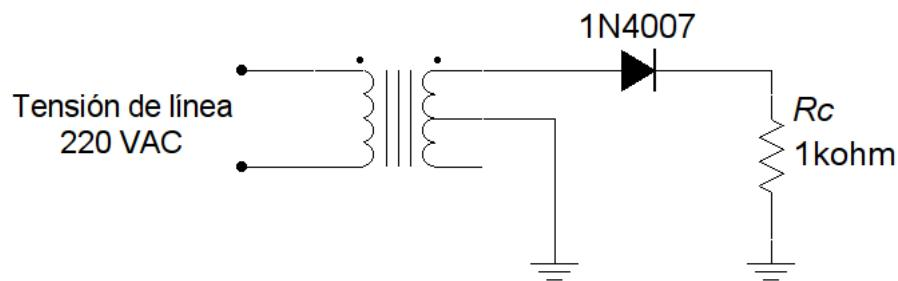

Figura 3: Rectificador de media onda.
- Armar el circuito rectificador de media onda de la Figura 3.